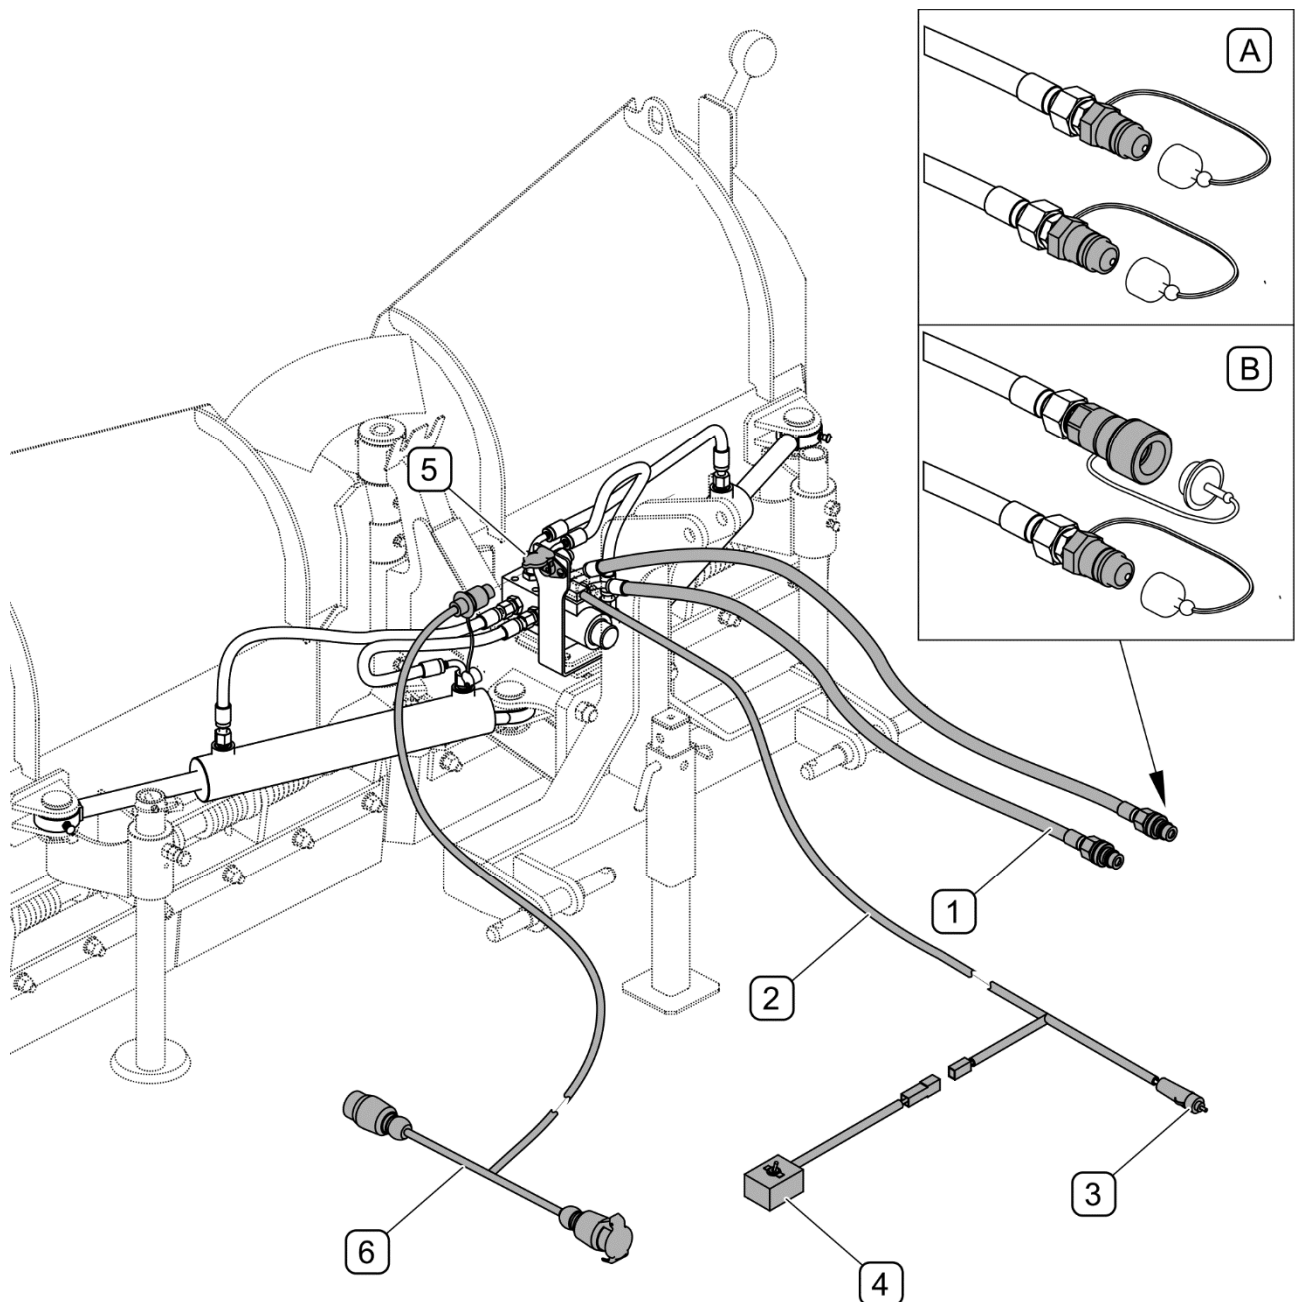

ABBILDUNG 4.6 Anschließen der Hydraulik
Die Hydraulikleitungen (1) für die Pflugsteuerung (ABBILDUNG 4.6) an die Buchsen der Außenhydraulik des Trägerfahrzeugs anschließen. Je nach Ausführung der Hydraulik können die Leitungen mit den Kupplungen Typ (A) STECKER-STECKER bzw. (B) STECKER-BUCHSE abgeschlossen werden. Die Hydraulikleitungen sind ohne Knicke und Verdrehungen so zu verlegen, dass sie beim Betrieb der Maschine nicht beschädigt werden können.
Den Schalter (4) an die Leitung (2) anschließen und an einer zugänglichen Stelle in der Fahrerkabine platzieren (ABBILDUNG 4.6).